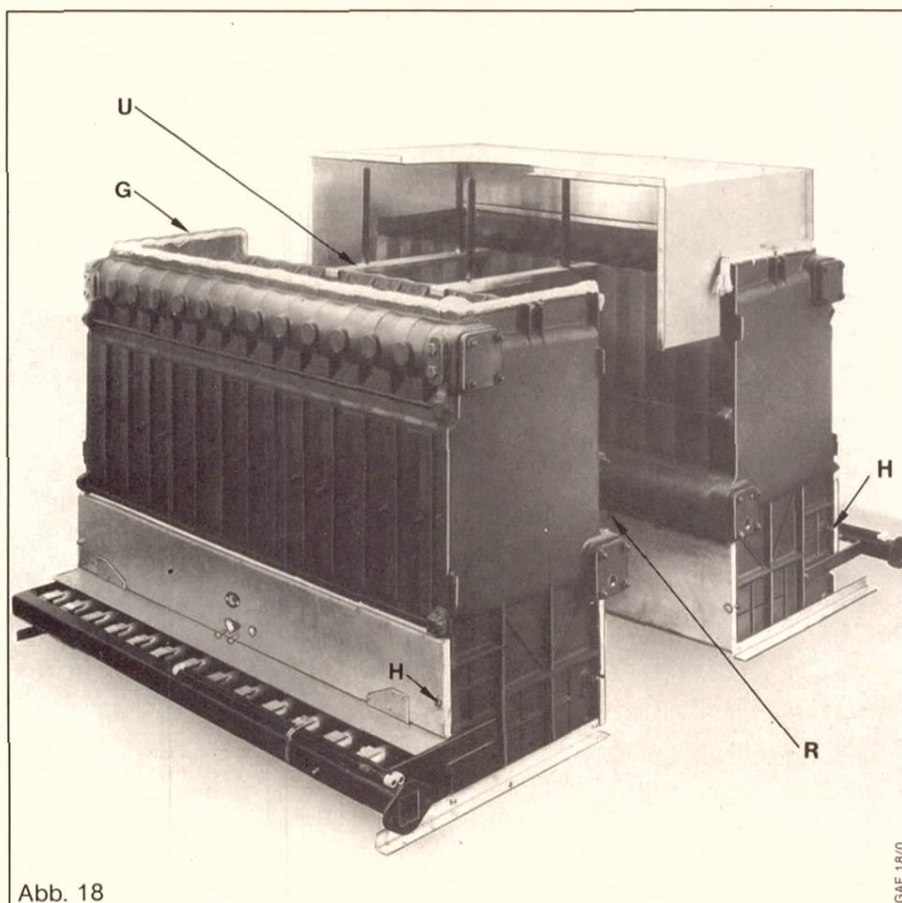

Abb. 18
Schrauben (R), Abb. 18, mit einer Mutter befestigt. Die Lage der Schrauben wird
platte und große Unterlegscheiben auf die Schrauben stecken und mit Sechskantmutter fest verschrauben, Abb. 18.
Dichtleisten (G), Abb. 18, der Kesselblöcke mit Collall-Leim einstreichen und mitgelieferte Asbestschnur ankleben. Die Strömungssicherung besteht aus vormontierten Hälften. Abstützungen (U) rechts und links neben dem Abgasstutzen auf die Kesselblöcke aufsetzen.